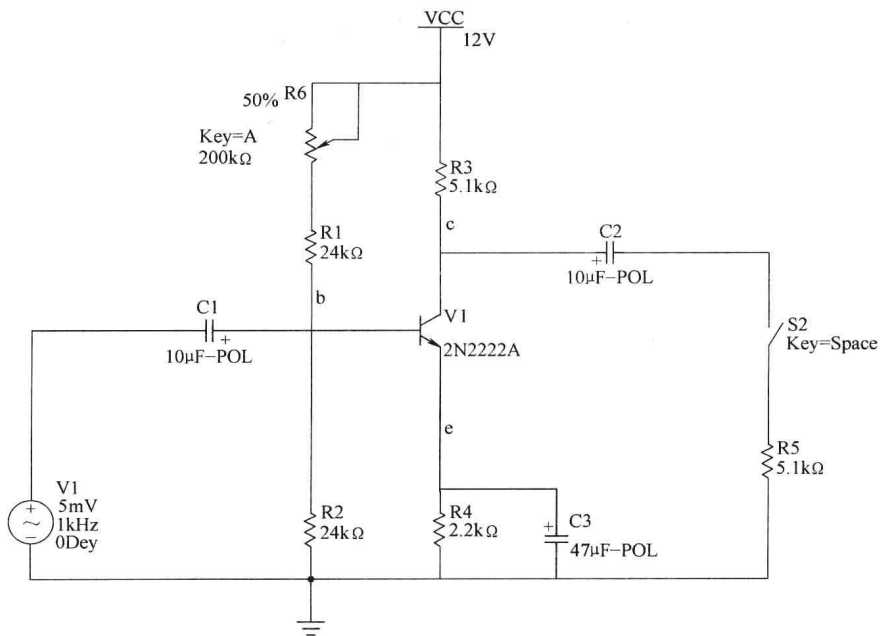

图 1-17 单管共射放大电路
读者可以编辑如图 1-17 所示单管共射放大电路的原理电路，应用双踪示波器观察其输入及输出信号波形。
3. 对于图 1-17 所示电路，5mV、1kHz 信号源在实验室中我们使用的是信号发生器，在仪表工具栏中找到信号发生器，学习使用。